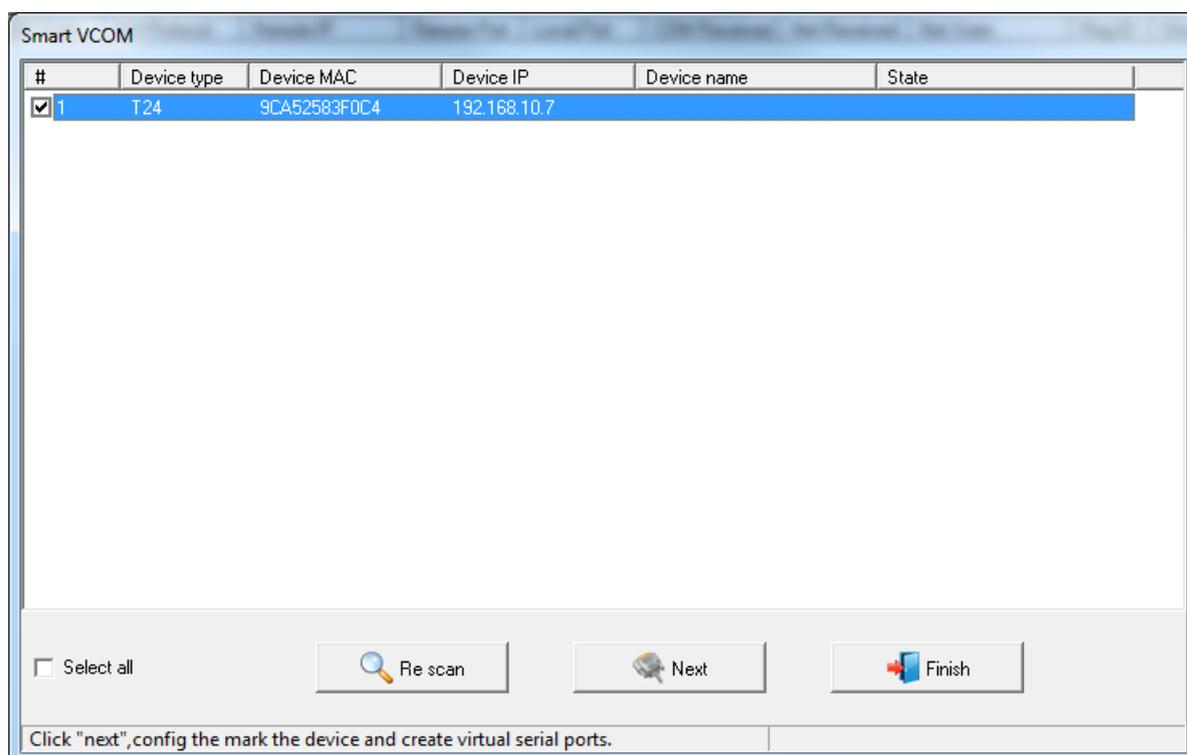

Рисунок 2.7. Примерный вид окна поиска подключенных устройств
2.1.7.2 Нажмите кнопку «Smart VCOM» и дождитесь завершения процедуры поиска подключенных устройств (рис. 2.7).